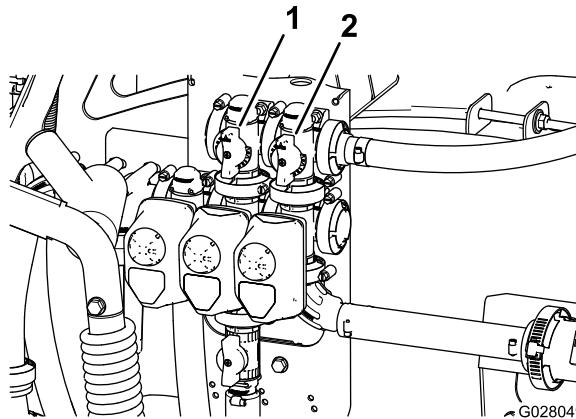

Рисунок 23
- Отрегулируйте перепускной клапан перемешивания (Рисунок 23) на задней стороне клапана перемешивания таким образом, чтобы показание давления по манометру составило 6,9 бара.
9. С помощью ручки главного перепуска секций отрегулируйте интенсивность перемешивания в баке (Рисунок 23).